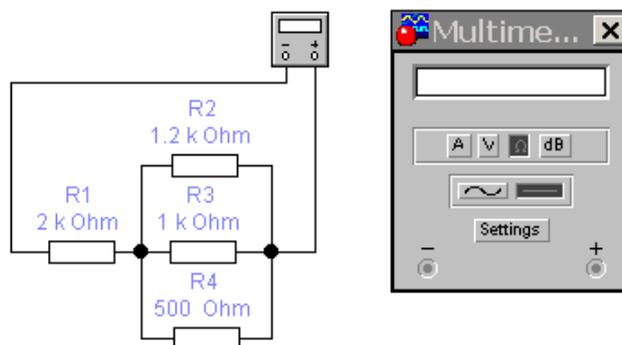

Рисунок 1.14 – Схема измерения сопротивления резисторов
1.5.3 Собрать электрическую цепь, показанную на рис. 1.14. Сохранить файл схемы (команда Save) в персональной папке.